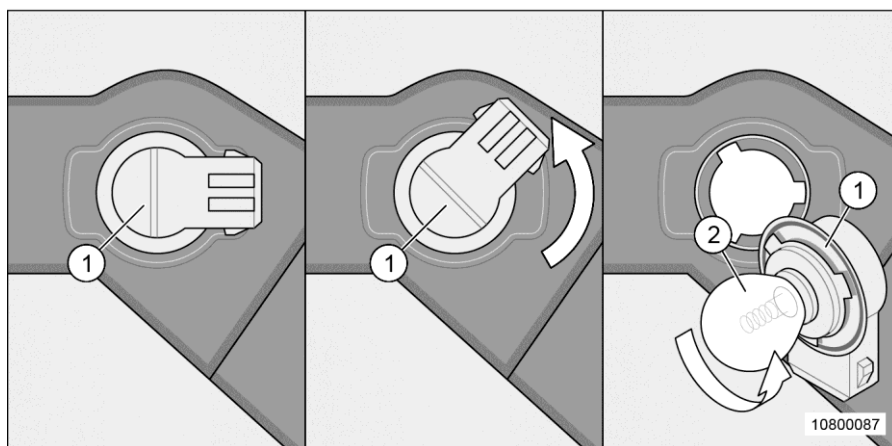

Fig. 177 Remplacement de l'ampoule du clignotant
Si, en remplaçant l'ampoule au niveau de l'éclairage avant (Fig. 177), on travaille avec un outil non approprié ou si le câble est trop sollicité, il y a risque de détérioration.
1. Tourner le culot (Fig. 177/1) dans le sens anti-horaire jusqu'en butée.
2. Retirer prudemment le culot (Fig. 177/1) en veillant à le tenir bien droit.
3. Pousser l'ampoule défectueuse (Fig. 177/2) dans le culot, la tourner dans le sens anti-horaire (fermeture à baïonnette) et la retirer.
4. Insérer la nouvelle ampoule (Fig. 177/2) dans le culot, l'enfoncer et la tourner dans le sens horaire.